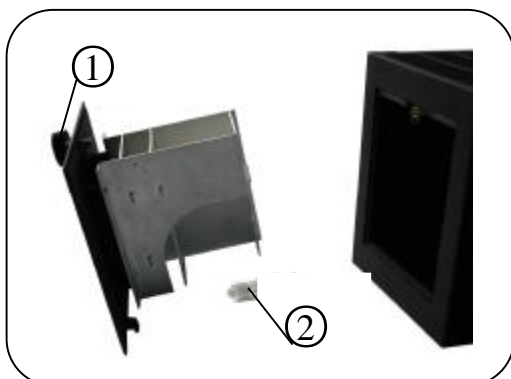

Fig. 20.
- 1) Mando de ajuste del filamento adelante-atrás ①
- 2) Mando de ajuste del filamento arriba-abajo ②
- 3) Mando de ajuste del filamento derecha-izquierda ③
13. Cambio de lámpara (Fig. 20)